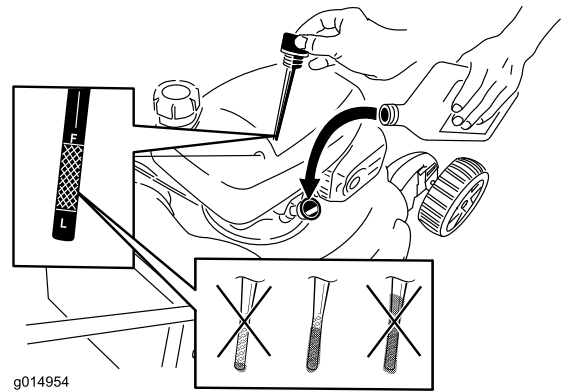

Figura 15
1. Retire la varilla, límpiela, y vuelva a colocarla (Figura 15).
2. Retire la varilla y compruebe el nivel de aceite (Figura 15). Si el nivel de aceite está por debajo de la marca **Add** de la varilla, vierta lentamente aceite en el tubo de llenado hasta que el nivel llegue a la marca **Full** de la varilla. **No llene demasiado.** (Capacidad máxima: 0,59 l, tipo: SAE 30, aceite detergente con clasificación de servicio API SF, SG, SH, SJ, SL o superior.)